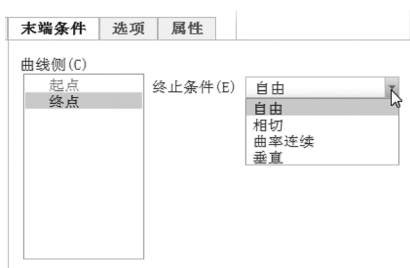

图 3-60 “末端条件”面板
- “末端条件”面板：该面板主要包含“曲线侧”列表和“终止条件”下拉列表框，如图 3-60 所示。“曲线侧”列表用于选择曲线的起点或终点，并显示点的设置。“终止条件”下拉列表框用于在选定曲线的端点设置条件类型，可供选择的条件类型有“自由”“相切”“曲率连接”和“垂直”|“法向”。其中，“自由”用于设置在该端点使曲线无相切约束；“相切”用于使曲线在该端点处与选定参考相切；“曲率连续”用于使曲线在该端点处与选定参考相切，并将连续曲率条件应用至曲线；“垂直”|“法向”用于使曲线在该端点处与选定参考垂直。